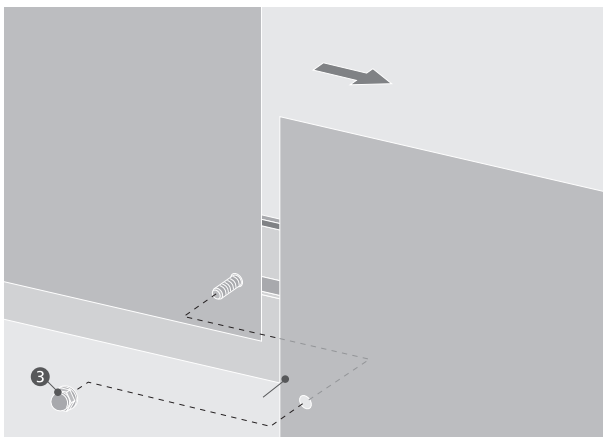

Abbildung 5.7.2
- Nächste Blechführung (4) überlappend montieren. (Abb. 5.7.2)